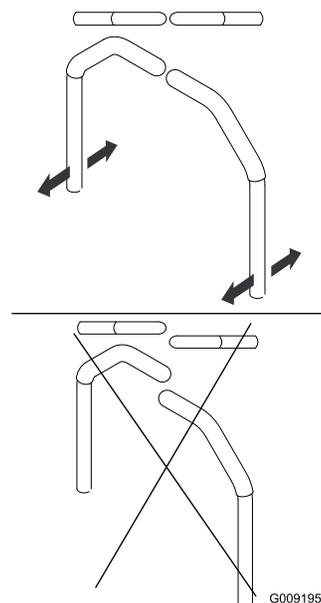

Figura 92
4. Alinee las palancas en el sentido adelante/atrás acercándolas a la posición de PUNTO MUERTO, y moviéndolas hasta que estén alineadas; luego apriete los pernos (Figura 92).